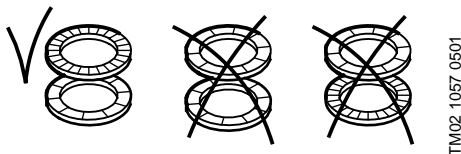

Abb. 5
*Unterlegscheibe Pos. 66 besteht aus zwei zusammengeklebten Unterlegscheiben. Falls sie getrennt wurden, ist darauf zu achten, daß sie korrekt montiert werden, siehe Abb. 5.*